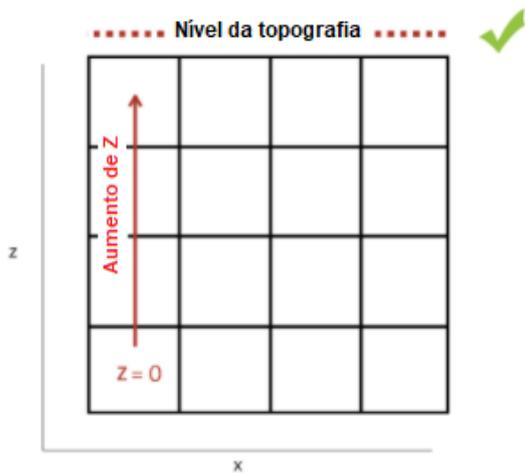

Figura 3a: O menor valor IZ está na parte inferior do modelo.
- *MiningMath* usa coordenadas (X, Y, Z) para as quais Z, que representa a elevação, começa em baixo e cresce para cima (Figura 3a).